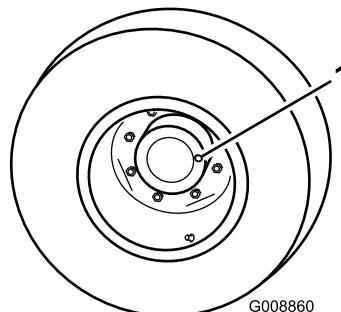

図 41
1. 平らな場所で、ホイールの点検/ドレン・プラグ（図 41）が時計の3時または9時の位置に来るよう停止させる。
2. プラネタリに付いているプラグ（図 41）を抜く。ブレーキの後側で、プラグ穴の高さまで油量があればよい。